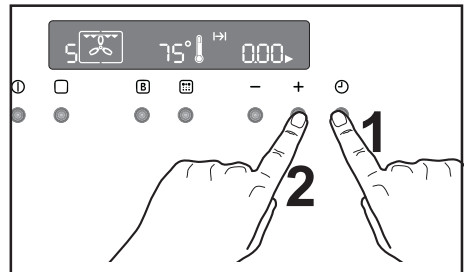

Fig. 9
- 2) Appuyez sur la touche  pour sélectionner la fonction "Durée de cuisson" (Fig. 9). Le symbole de la "Durée de cuisson"  clignote et le bandeau de commande affiche "0.00". (Fig 9).